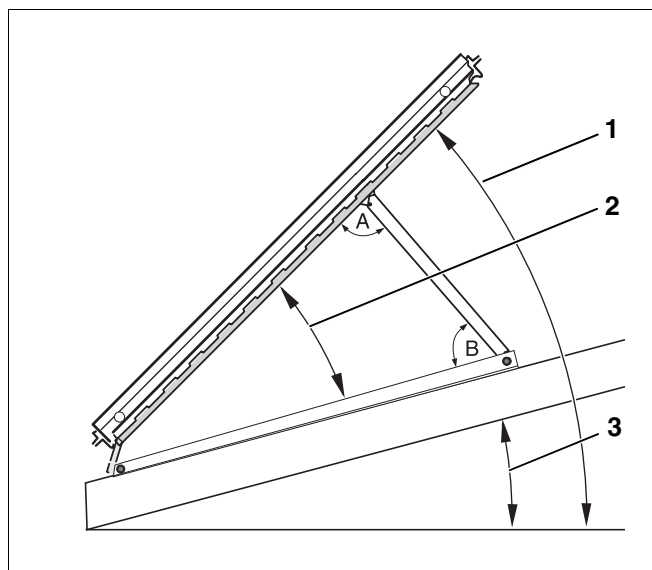

Fig. 5 Ángulo de inclinación, ángulo de ajuste, inclinación del tejado
En función del campo de aplicación del sistema solar, debe fijarse el ángulo de ajuste respecto a la horizontal (fig. 5).
- ▶ Preste atención a que los ángulos entre el apoyo y la cara trasera del colector, (fig. 5, **ángulo A**), así como entre el apoyo y el perfil en T (fig. 5, **ángulo B**), no sean superiores a 90°.